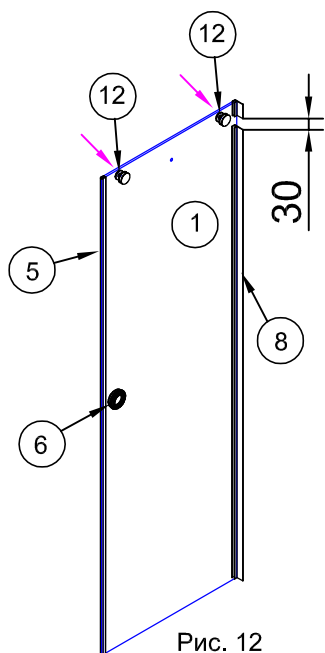

Рис. 12
4.1. На двери (№1) установить ручку "блинчик" №6. На торец со стороны ручки установить уплотнитель №5. На противоположный торец установить уплотнитель №8. Выступающее крыло уплотнителя должно быть направлено на внешнюю сторону. Между коротким и длинным отрезками нужно оставить промежуток 30 мм для прохождения рельса (рис.12).
4.2. В два верхних отверстия с внешней стороны установить два ролика №12. С внутренней стороны поставить крепежные шайбы и затянуть винты (рис.12).